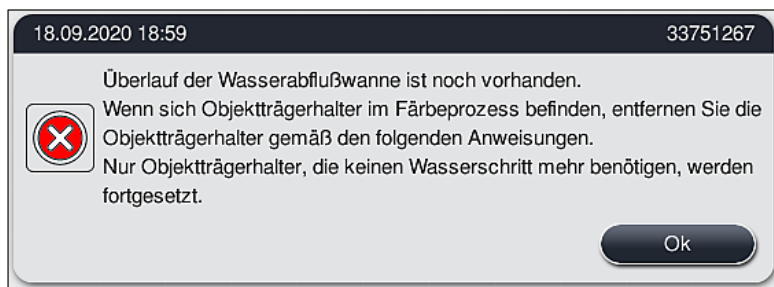

Abb. 125
3. Konnte die Blockierung trotz der Reinigungsversuche nicht behoben werden, werden die Wasserstationen wegen des weiter bestehenden kritischen Wasserstands deaktiviert. Die Wasserstationen werden als defekt angezeigt. Zum Abbrechen eines oder mehrerer Programme (→ "Abb. 123-2") oder (→ "Abb. 124-2") drücken, um den kontrollierten Abbruch zu starten. Programme, die keinen Wasserschritt erfordern, werden bis zum Ende des Färbeprozesses fortgesetzt. Verbleibende Objektträgerhalter, die noch mindestens einen Wasserschritt erfordern, müssen storniert und aus dem Gerät entnommen werden. Die Meldung (→ "Abb. 125") durch Drücken von **Ok** bestätigen.